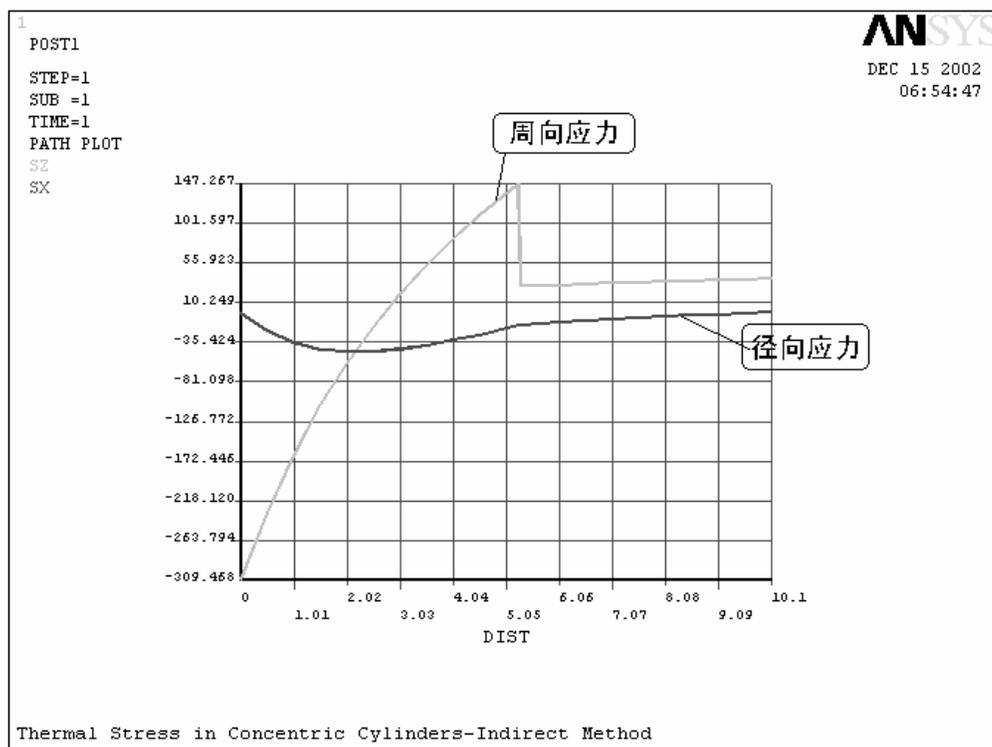

图 12.50 径向、周向应力沿路径的分布曲线
9. 单击对话框中的路径项列表框中的“SX”和“SZ”, 使其高亮度显示, 然后单击 按钮关闭对话框, 在 ANSYS 图形输出框中将显示绘制的径向和周向应力沿路径的变化情况, 如图 12.50 所示。